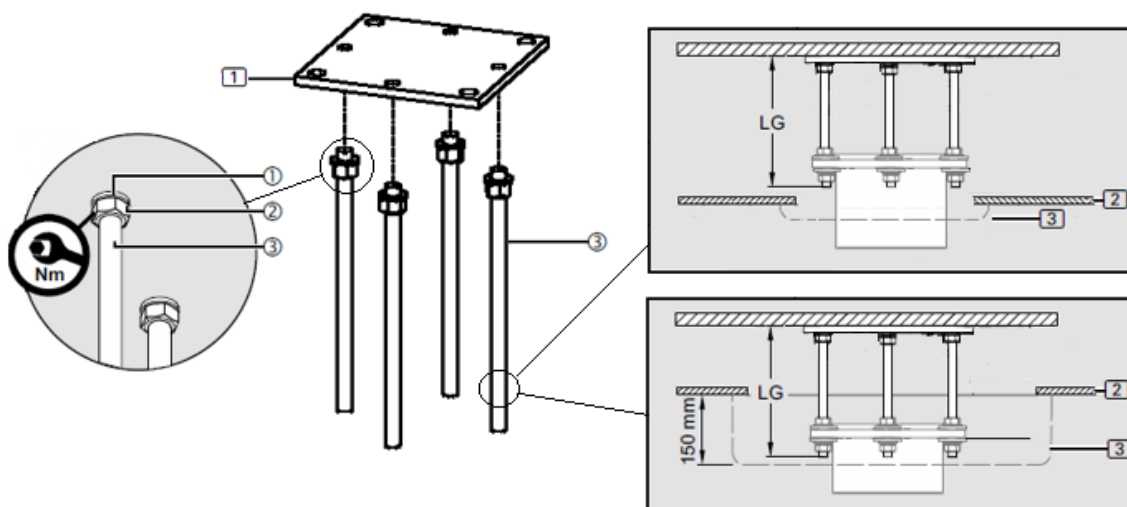
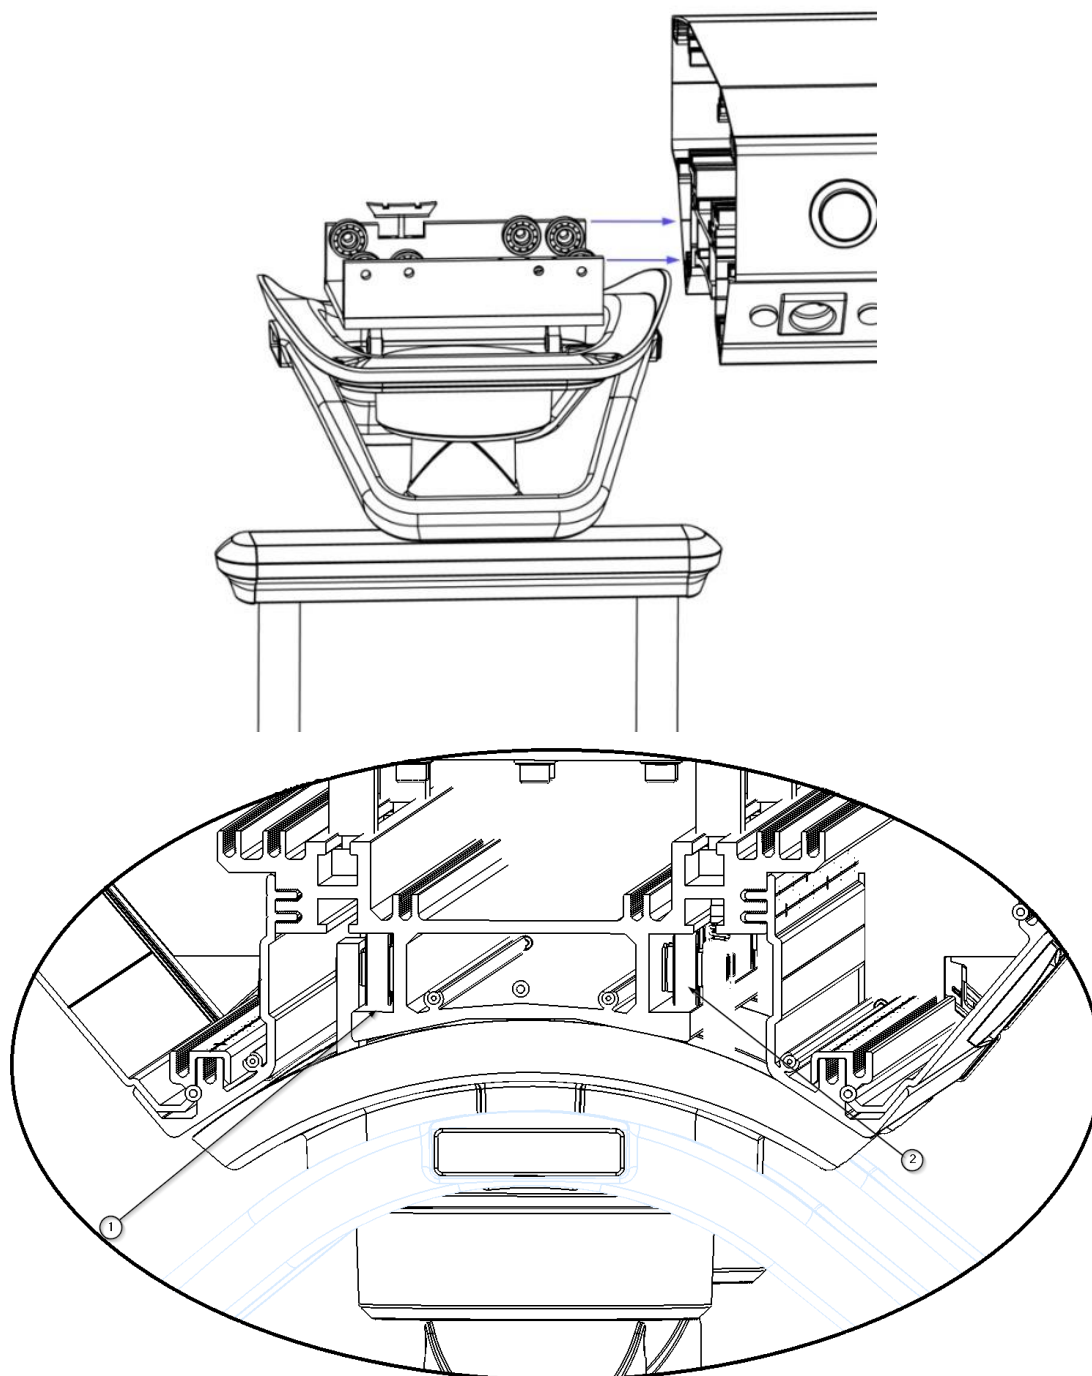

Fig. 6 Installation de la plaque d'interface dans une pièce avec faux plafond
Fig. 14 Assemblage du chariot
Il existe deux configurations différentes si un tuyau de descente est installé dans une pièce avec un faux plafond. Une possibilité est que la distance entre le sol et le faux plafond couvre complètement la longueur LG des boulons filetés (3), dans ce cas une garniture de plafond plate d'une hauteur de 10mm est fournie comme indiqué dans la partie supérieure droite de la figure 6. L'autre possibilité est que la distance entre le sol et le faux plafond n'est pas suffisante pour une installation correcte et le passage de l'alimentation en énergie, dans ce cas une garniture de 150mm de hauteur peut être commandée (en option) comme indiqué dans la partie inférieure droite de la figure 6.
- Coupez les boulons filetés M16 x 350 mm (3) à la longueur voulue si nécessaire.
- La garniture de plafond (3) sera montée ultérieurement en affleurement avec le faux plafond. Elle recouvre la contre-plaque (4). Voir la figure 14.
- Si les boulons filetés M16 x 350 mm (3) ont été coupés, éliminez les bavures pour assurer un engagement maximal du filetage dans la plaque d'interface (1).
- Monter 1 rondelle élastique (1) et visser 1 écrou hexagonal M16 (2) chacun sur les boulons filetés M16 (3).
- Visser 1 écrou hexagonal M16 (2) chacun sur les boulons filetés M16 (3), puis monter 1 rondelle élastique (1) chacun.
- Insérer le chariot avec les roulements ② dans le guide au centre du corps principal ① comme indiqué dans la figure 14.